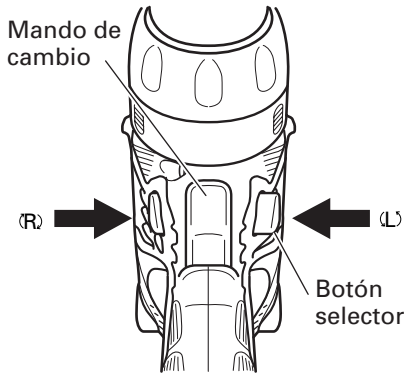

Fig. 19
El lado L (izq.) se usa para hacer girar la broca a la izquierda. (Vea las Fig. 19) (Las marcas (L) y (R) están en el botón selector.)